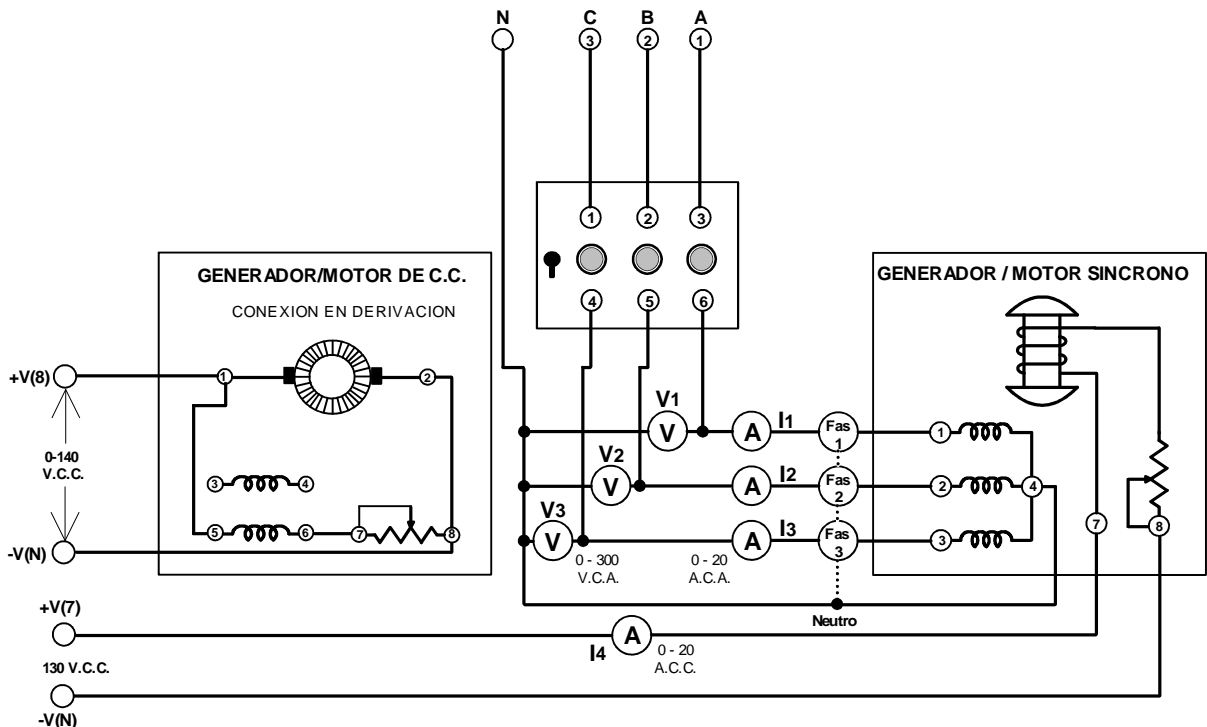

Fig. A4-2
- 1.- Conecte el circuito de la figura A4-2, utilizando el generador/motor síncrono, el generador/motor de c.c., sistema de sincronización, fuente de alimentación e instrumentos de medición. El rotor del alternador va conectado a la salida variable de 0-140 V.c.c. de la fuente de alimentación, terminales +V(8) y -V(N). El motor en derivación de c.c., se conecta a la salida fija de 130 V.c.c. de la fuente de alimentación terminales +V(7) y -V(8). La salida de tensión generada en el estator del generador síncrono se conecta a las terminales respectivas del módulo de sincronización, a través de los fasímetros monofásicos y amperímetros, conectando un voltímetro por fase.